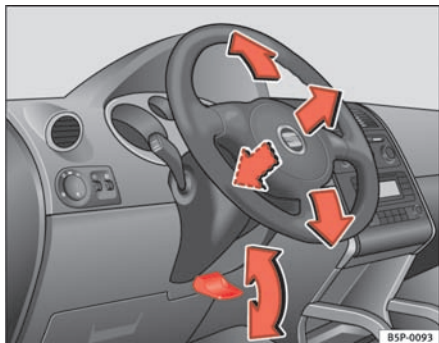

Fig. 127 Sådan indstilles rattet.
- Drej armen under ratstammen ⇒ fig. 127 nedad ⇒ ⚠.